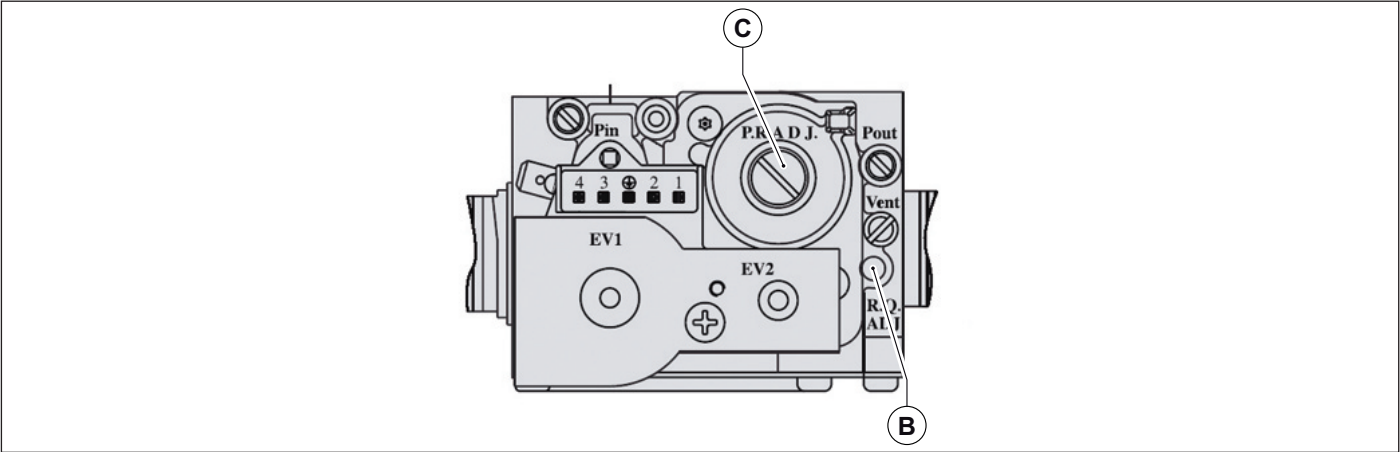

Рис. 24 Регулировка уровни содержания углекислого газа
- Отрегулировать уровень содержания углекислого газа (CO2) в дымовых газах с помощью соответствующего регулятора **В** (смотри Рис. 24 Регулировка уровни содержания углекислого газаи удостовериться, что его величина находится в пределах, указанных в Табл. 11 Содержание CO2 в дымовых газах. Не выключая режим "трубочист", перейти к следующему этапу — регулировке минимальной мощности.
- Отрегулировать уровень содержания углекислого газа (CO2) в дымовых газах, вращая регулятор «offset» **С** (смотри Рис. 24 Регулировка уровни содержания углекислого газаи удостовериться, что его величина находится в пределах, указанных в Табл. 11 Содержание CO2 в дымовых газах.